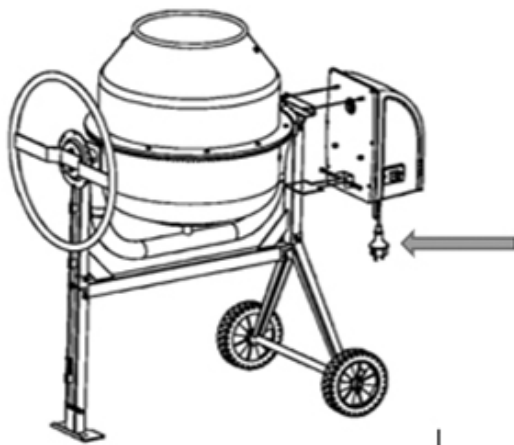

Рисунок 20. Схема під'єднання виробу до мережі живлення.
2. Під'єднати шнур живлення до розетки із заземленням (рис. 20) та переконатися в надійності контакта.